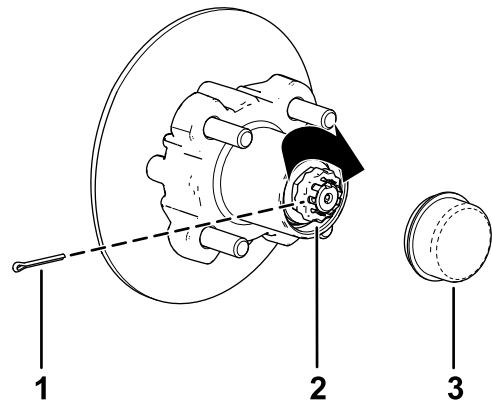

Figure 38
8. Placez le frein d'écrou sur l'écrou et vérifiez que la fente du frein d'écrou et le trou dans la fusée sont alignés et permettent d'insérer la goupille fendue (Figure 38).
9. Insérez la goupille fendue et repliez chaque jambe autour du frein d'écrou (Figure 38).
10. Reposez le couvre-moyeu sur le moyeu (Figure 38).